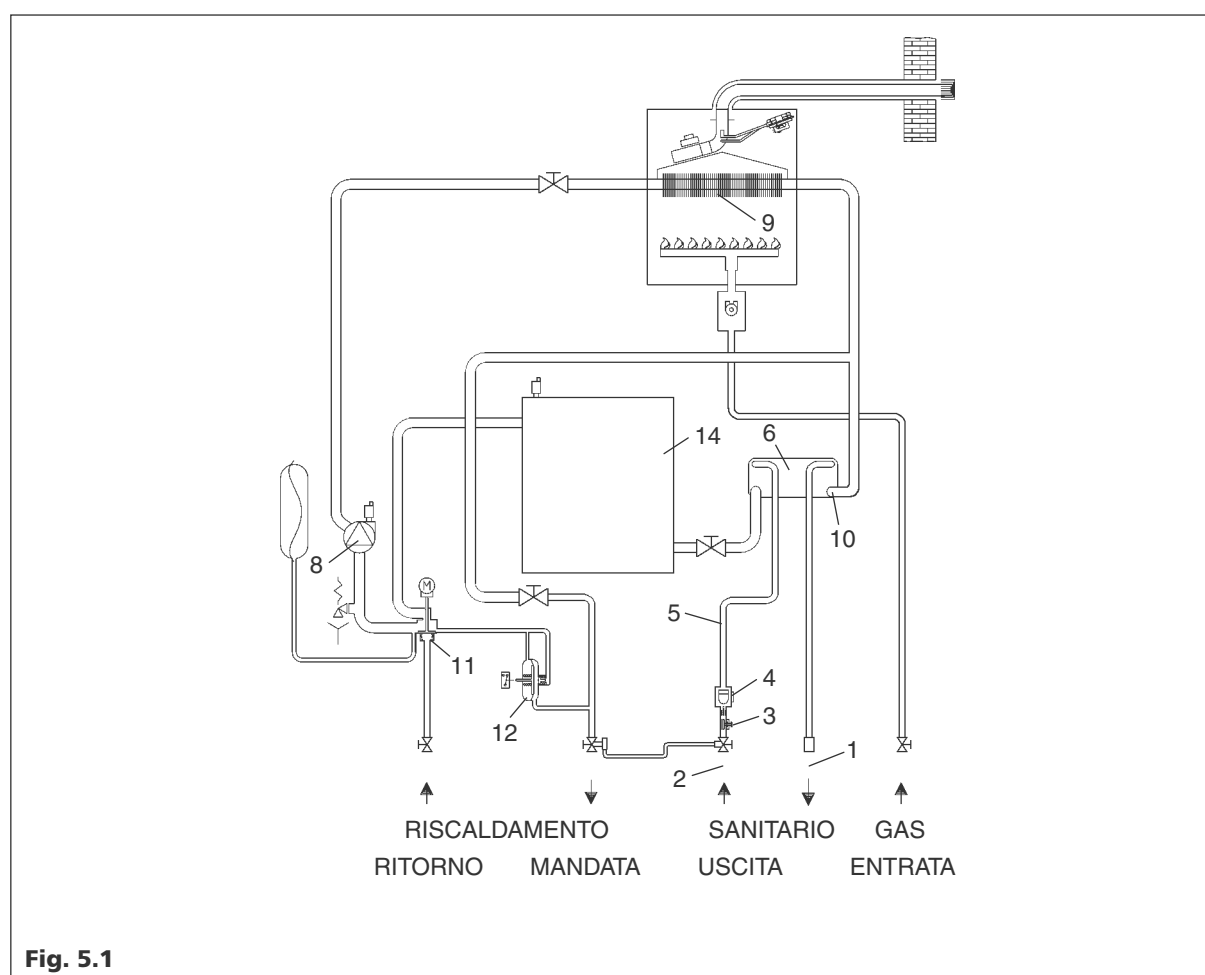

Fig. 5.1
5.2 Principio di funzionamento idraulico in sanitario (Fig. 5.1)
5.3 Principio di funzionamento idraulico in riscaldamento (Fig. 5.1)